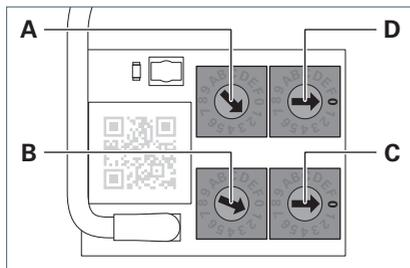

Fig. 8: Disattivazione dello swarm control, sul modulo TALK.
- ▶ Impostare i due encoder rotativi **A** e **B** su un indirizzo di area a piacere **diverso da 00**, vedere Fig. 8.